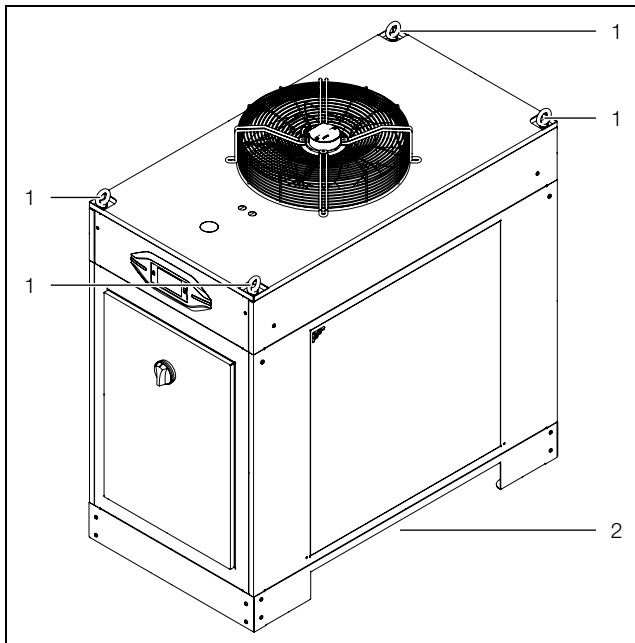

Abb. 15: Transport (Darstellung zeigt beispielhaft Ausführung SK 333640x)
- an den dafür vorgesehenen Transportösen mit Hebezeugen (Abb. 15, Pos. 1) oder
- mit Hilfe eines Flurförderfahrzeugs durch Unterfahren und Anheben von der Seite (Abb. 15, Pos. 2).
Legende Abb. 15